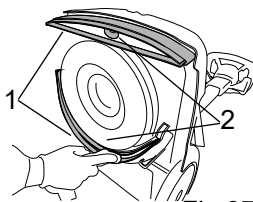

Fig.37
- Rengjør bladene på begge sugenalene med en klut (fig.37, ref. 1).
- Rengjør oppsamlingssenheten på begge sugenalene (fig. 37 - ref. 2).